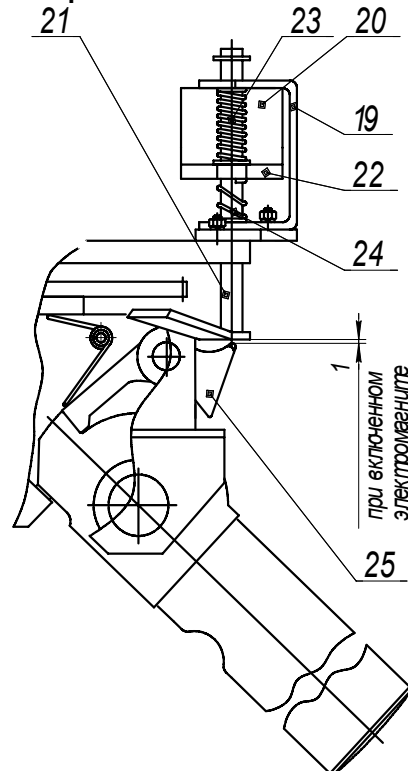

Рис.5
Устройство «Антипаника» (см. рис.5) состоит из каркаса (19) с закрепленным на нем электромагнитом (20), толкателя (21), якоря (22) и пружин (23 и 24). Толкатель представляет собой П-образную рамку, состоящую из двух направляющих и упора. Направляющие толкателя проходят через отверстия каркаса и якоря, обеспечивая тем самым возможность поступательного перемещения толкателя и якоря относительно электромагнита. Необходимые динамические характеристики относительного движения обеспечиваются возвратными и компенсирующими пружинами. Диапазоны перемещений толкателя относительно каркаса и якоря относительно толкателя ограничиваются упорными шайбами.